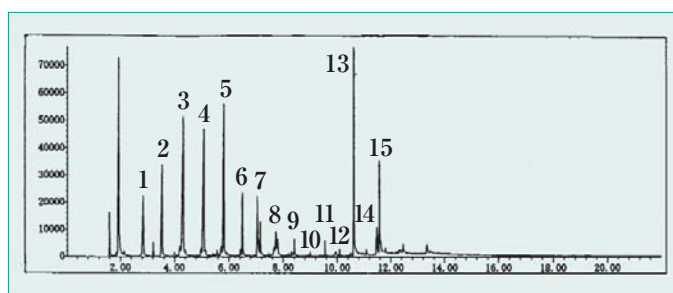
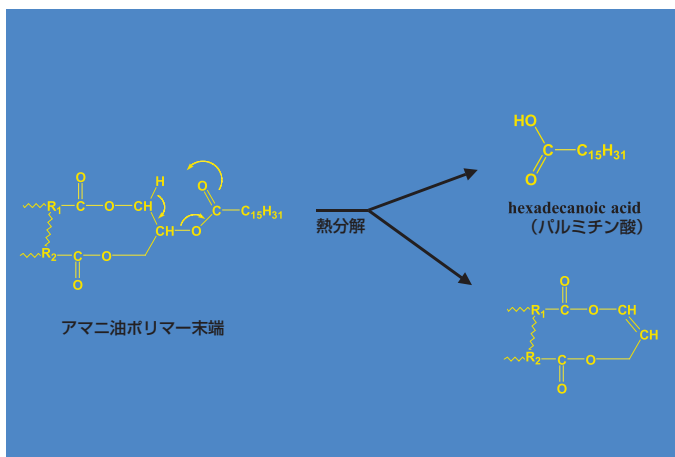

図3. マスキロマトグラム (m/z 60、加熱炉温度400℃)
図4. hexadecanoic acidの熱分解生成機構
60)の溶出時間から一連の脂肪酸が確認できた(図3)。これらの脂肪酸はbutanoic acidからoctadecanoic acidまでの脂肪酸であることがマススペクトルより判明した。これらのクロマトピークパターンはhexadecanoic acidやoctadecanoic acidの成分強度が高くなっており、アマニ油膜などの乾性油膜における熱分解結果とよい一致を示した。一例として図4にhexadecanoic acidの熱分解生成機構を示した。